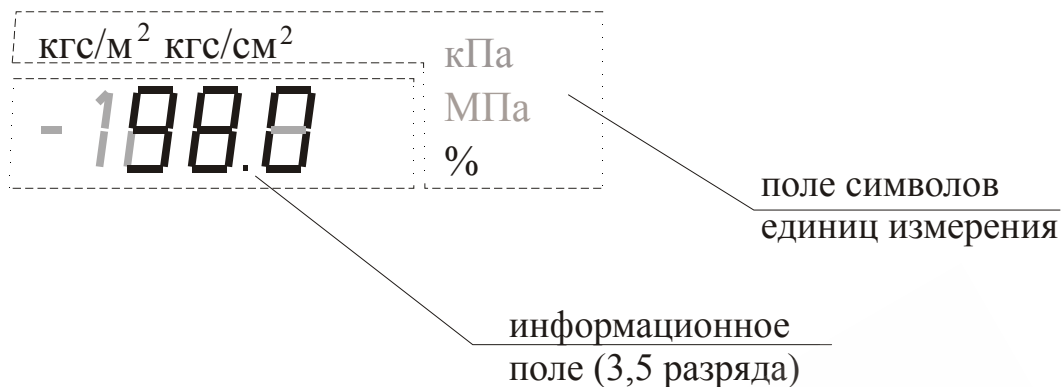

Рисунок 1 - Поле дисплея ЖКИ
- последовательным нажатием кнопки "1" установите режим индикации единиц измерения (режим 2 таблицы 1). На дисплее отобразится мерцающий, ранее установленный символ единиц измерения, поле под значение давления очищено (рисунок 1);
- последовательно нажимайте кнопку "1" до появления мерцающего, установленного ранее значения времени в секундах (режим 4 таблицы 1), поле на дисплее для символов единиц измерения очищено (рисунок 1);